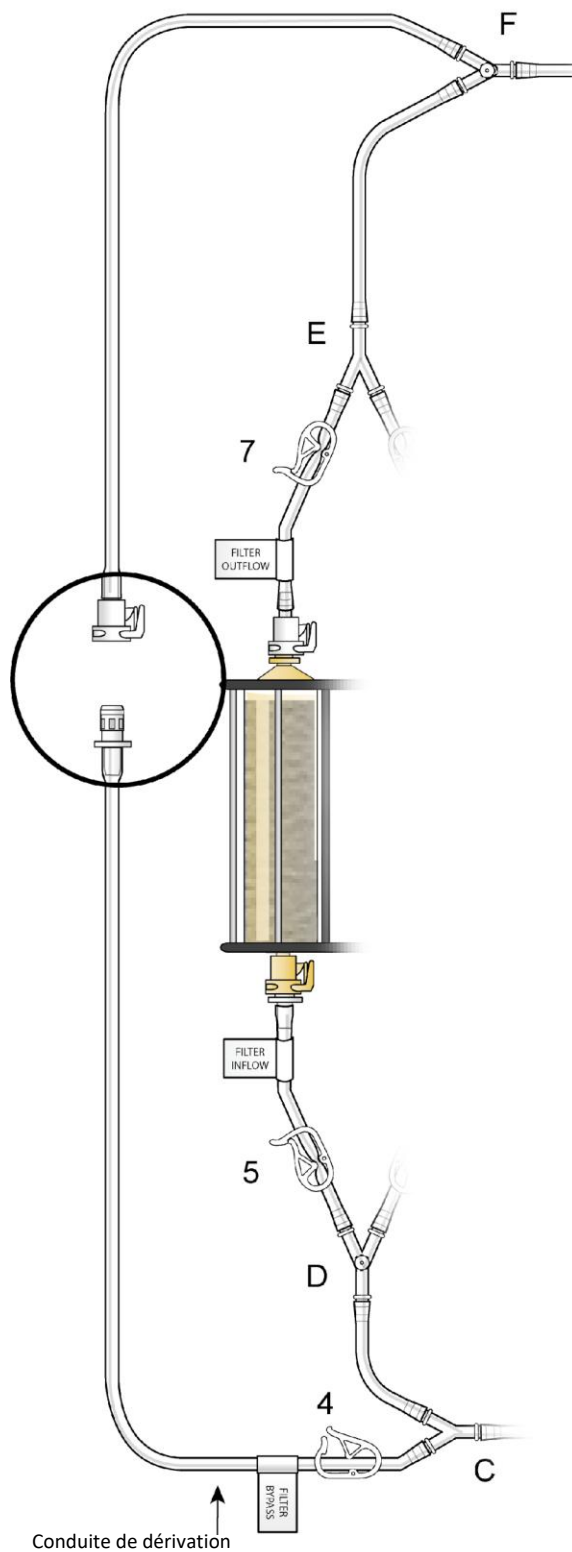

Figure 9
- (h) Assembler les deux extrémités de la conduite de dérivation en poussant les connecteurs rapides l'un contre l'autre (pousser et cliquer), voir la figure 9.